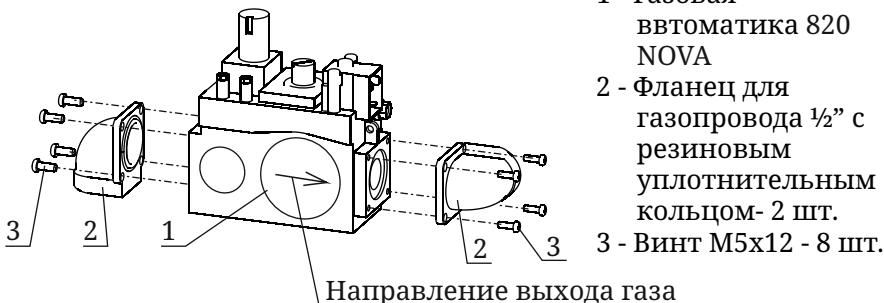

Рисунок 9. Установка фланцев для газопровода на газовую автоматику 820 NOVA
3. Закрепить датчик тяги (21) на панель монтажную (18) винтами M3 (20) и гайками M3 (16).
4. Соединить газовый коллектор в сборе (7) с панелью монтажной (18) с помощью винтов M5 (11) и гаек M5 (14).
5. Установить газовую автоматику 820 NOVA в сборе (1) на газовый коллектор в сборе (7), соблюдая направление выхода газа, указанного стрелкой на автоматике (см. рисунок 9). При установке газовой автоматики (1) необходимо выставить крепление до совпадения отверстий на монтажной панели (18) и газовой автоматике (1). Предварительно необходимо произвести герметизацию резьбовых соединений на газовом коллекторе (7), материалами сертифицированными для использования в газоснабжении.
6. Установить один конец крепления (25) на газовой автоматике 820 NOVA (1) и закрепить винтом M4 (19), другой конец крепления (24) установить на панель монтажную (18) и закрепить винтом M5 (11) и гайкой M5 (14).
7. Зафиксировать положение автоматики (1) контргайкой 15.
8. Соединить кабель (8) с пьезовоспламенителем (10) и с искровым электродом, установленным на монтажной плате функционального блока.
9. Один конец трубки медной (3) через гайку (2) соединить с газовой автоматикой 820 NOVA (1), не затягивая гайку. Подогнуть трубку медную (3), для удобства присоединения к газовому коллектору (7), по месту. Другой конец трубы (3) соединить с отверстием на газовом коллекторе через гайку (2), при этом подгибая трубку (3) по месту. Затем плавно затянуть гайки (2) с обоих концов медной трубы (3), при этом прижимая ее до упора.